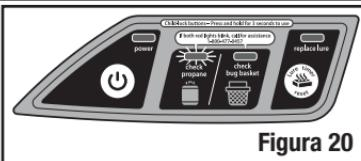

Figura 20
2. Recargue el tanque de propano cada 21 días o según sea necesario. La luz indicadora de REVISE PROPANO (gas) se encenderá en ROJO cuando el propano necesite ser recargado. (Figura 20). Asegúrese que el botón de ENCENDIDO (power) esté apagado y la unidad desconectada antes de cambiar los tanques de propano.